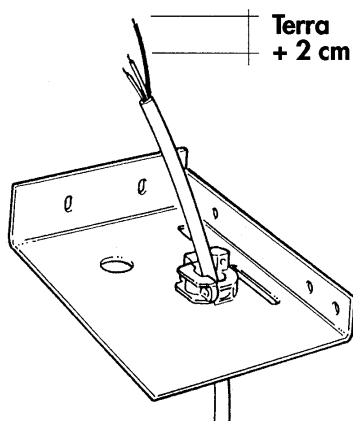

Fig.18
5.3 Sguainare il conduttore di terra ad una lunghezza di almeno 2 cm maggiore degli altri due (Fig. 18), di modo che in caso di incidenti, il cavetto di terra sia l'ultimo a staccarsi dalla morsettieria, garantendo la continuità di terra.
Procedere alle connessioni, avendo cura di fissare il cavo tramite lo speciale bloccacavo, agendo come illustrato nelle Figure 18 e 19. Evitare l'uso di prolunghe.